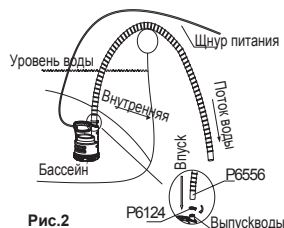

Рис. 2
1. Присоедините к насосу шланг из комплекта, затянув хомут шланга. (См. Рис. 2)